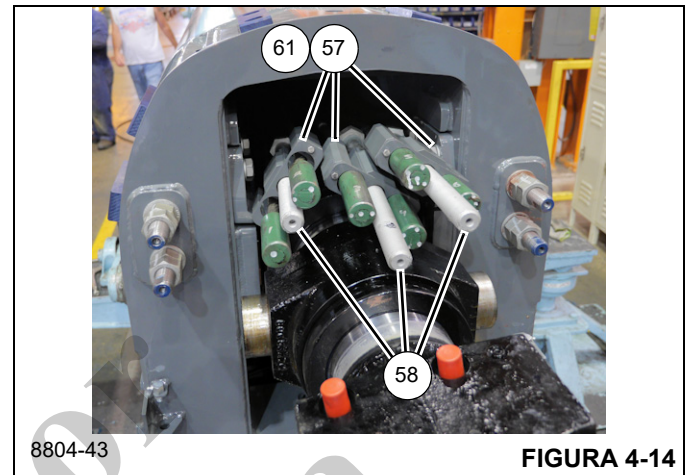

FIGURA 4-14
- 36. Retire el perno (58) de cada uno de los tres bloques de anclaje (57) (vea la Figura 4-14).
- 37. Retire dos pernos (62) que fijan la placa retenedora (61) a cada uno de los tres bloques de anclaje (57). Retire los seis cables de extensión de la sección telescópica 3 (139) de los bloques de anclaje (57) (vea la Figura 4-14).